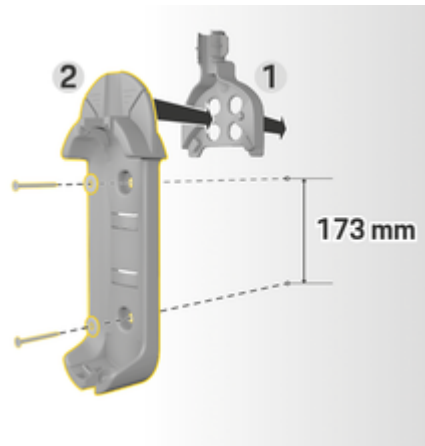

Fig. 6: Bormål
3. Trykk veggholder 2 (Fig. 6) inn i kabelføringen 1 (Fig. 6) foran.